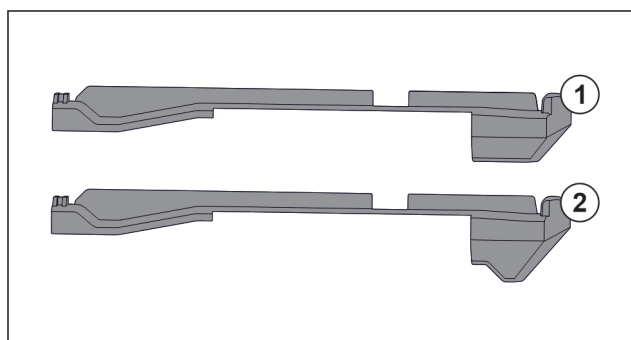

Fig. 147 Jämförelse mellan tillsatser
Det finns två olika tillsatser i skåpet. Tillsatsen över den nedersta utdragslådan Fig. 147 (2) har en trehörnig kant. Alla övriga tillsatser Fig. 147 (1) har en rak kant.
- ▶ Sätt fast tillsats Fig. 147 (2) med den trehörniga kanten över den nedersta utdragslådan.
- ▶ Sätt fast tillsats Fig. 147 (1) med den raka kanten på alla övriga platser.